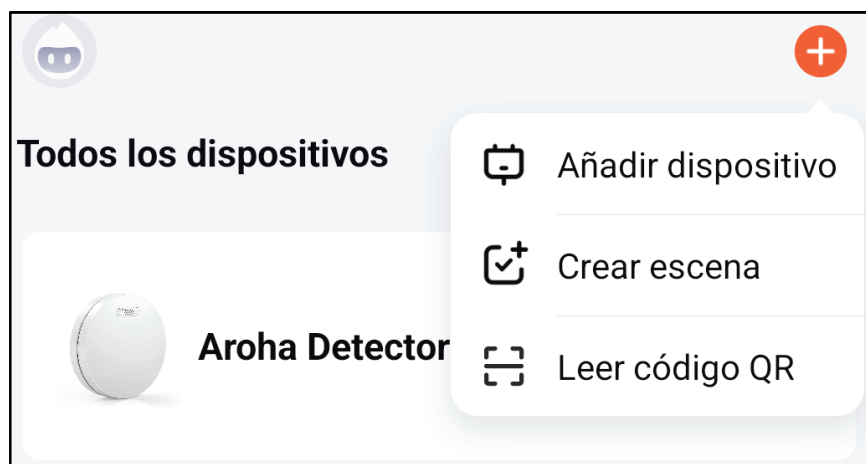
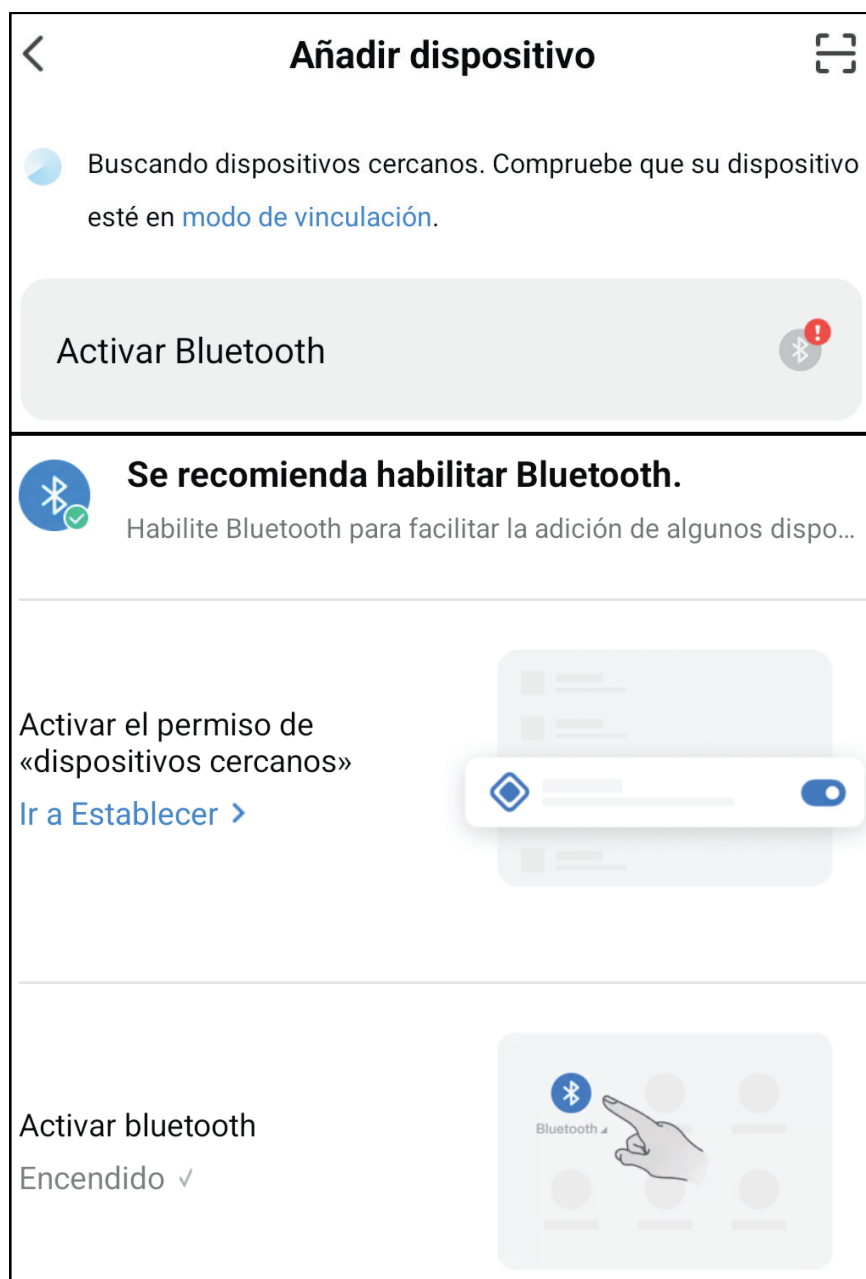

Figura 1: Agregar dispositivo en la aplicación
Figura 2: Activar Bluetooth en la aplicación
**Paso 5:** Haga clic en "+" en la esquina superior derecha de la pantalla de inicio de la aplicación. Luego elija "Añadir dispositivo", como se ve en la Figura 1. La aplicación ahora buscará automáticamente los dispositivos que estén en modo de emparejamiento. Siga los pasos descritos en la aplicación. Si la aplicación en sí aún no tiene permiso para usar Bluetooth, haga clic en la notificación y siga los pasos para permitir que la aplicación acceda a Bluetooth como se ve en la Figura 2.